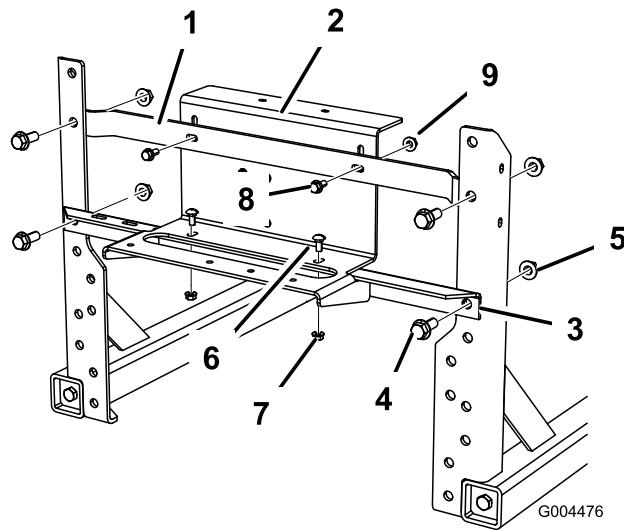

Bild 10
1. Befestigen Sie die untere Querstrebe, die Sie von den alten Auslegerstreben abgenommen haben, mit den vorhandenen Befestigungen (Bild 10).